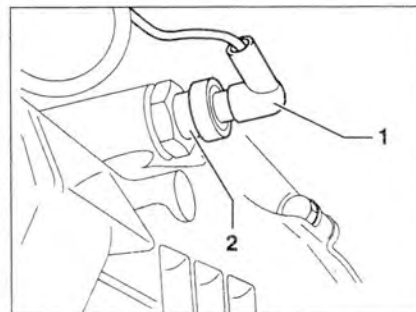

Рис. 2.11. Открутите и отсоедините провод 1 от выключателя 2 фонарей заднего хода.
26. Открутите и отсоедините провод 1 от выключателя 2 фонарей заднего хода (рис. 2.11).